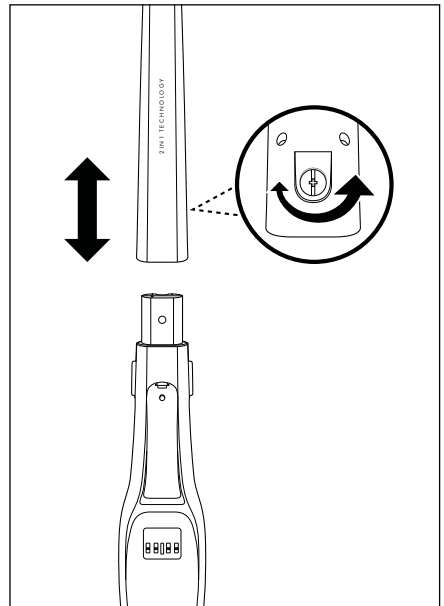

Fig. 1
- 1) Allentare la vite ⑪ posta sul lato posteriore del manico ⑩ girandola in senso antiorario con un cacciavite. Estrarre la vite ⑪ attraverso l'apertura per vite del manico ⑩.
- 2) Applicare il manico ⑩ al supporto manico dell'apparecchio. Spingere completamente il manico ⑩ sul supporto finché non si innesta saldamente nell'apparecchio. (fig. 1).
- 3) Reinscrivere la vite ⑪ nell'apertura per vite del lato posteriore del manico ⑩. Stringere la vite ⑪ in senso orario con un cacciavite (fig. 1).